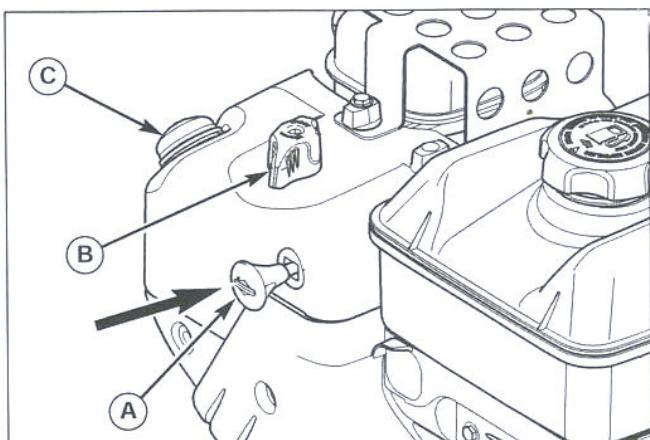

Рис. 4. Ключ двигателя, рычаг воздушной заслонки и кнопка подкачки
- Вставьте ключ в паз (A, рис. 4) до упора в положение RUN.
- Поверните рычаг воздушной заслонки (B) по часовой стрелке до упора, если Вы запускаете холодный двигатель. (Для пуска горячего двигателя этого делать не нужно).
- Дважды нажмите на кнопку праймера (C), если Вы запускаете холодный двигатель. (Для пуска горячего двигателя этого делать не нужно).